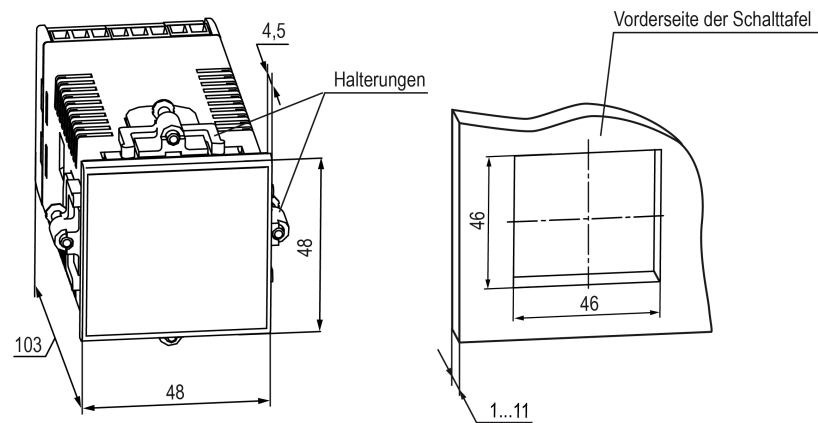

Abb. 4.8 Abmessungen des P5-Gehäuses und des Montageausschnitts
1. Bereiten Sie mit Hilfe einer Schablone aus dem Lieferumfang einen Montageausschnitt in der Schalttafel für den Einbau des Geräts vor (siehe Abb. 4.8).